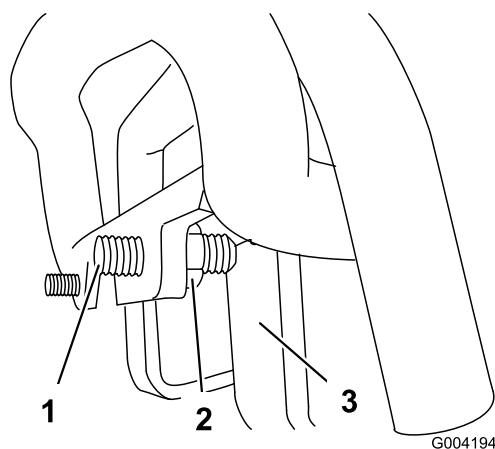

Figura 57
3. Se máquina desviar para a **esquerda**, desaperte a porca de bloqueio **direita** e ajuste o parafuso de afinação do acompanhamento na frente do controlo de tração (Figura 57).
4. Se máquina desviar para a **direita**, desaperte a porca de bloqueio **esquerda** e ajuste o parafuso de afinação do acompanhamento na frente do controlo de tração (Figura 57).